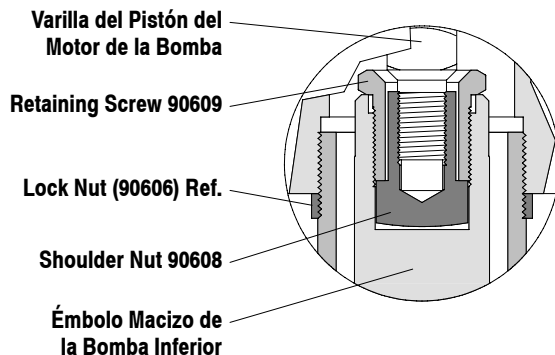

Figura 2
- Afloje (90606) la tuerca de seguridad y desenrosque la bomba completa del motor neumático. Así se descubre (90609) el tornillo de retención (véase la figura 2).
- Deslice (90609) el tornillo de retención por encima del vástago del motor neumático (véase la figura 2).